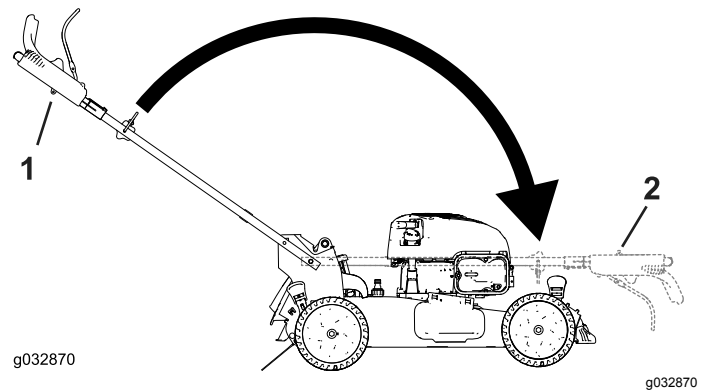

Figura 24
1. Pomo del manillar (2)
2. Perno de cuello cuadrado (2)
3. Doble el manillar girándolo hacia adelante (Figura 24).